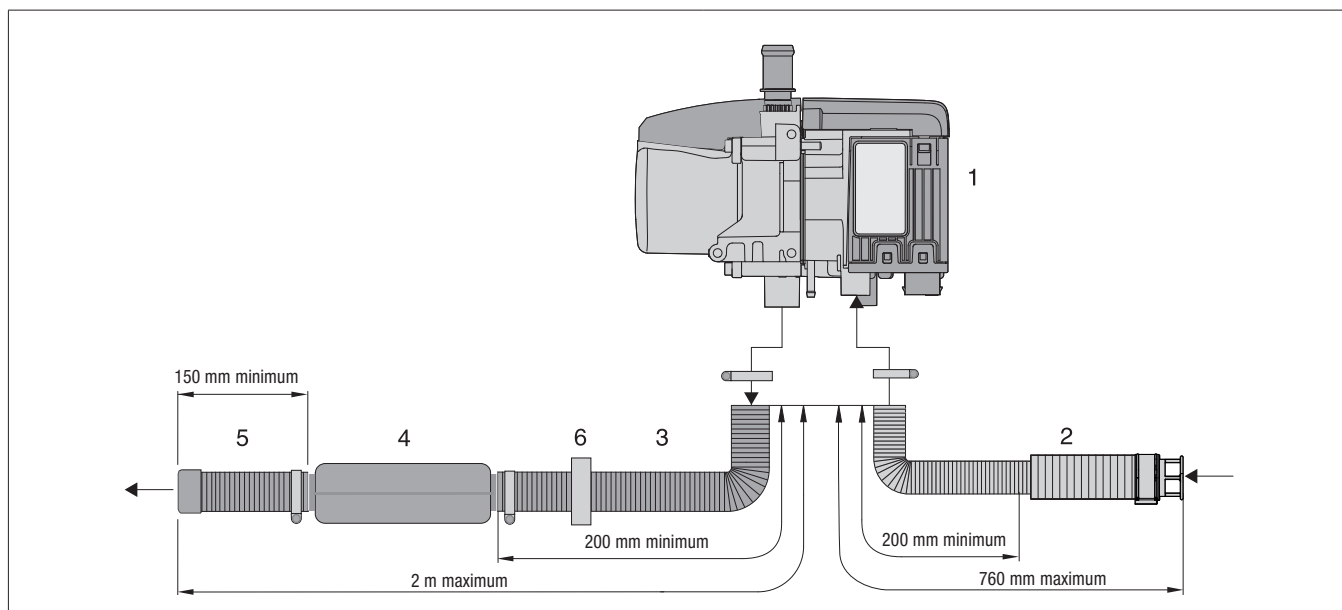

Figure 18
- Emboîter le tube flexible du silencieux d'aspiration de l'air de combustion sur la tubulure d'air de combustion de l'appareil de chauffage et fixer avec un collier de serrage à vis (couple de serrage de $3^{+0,5}$ Nm), voir Figure 18.